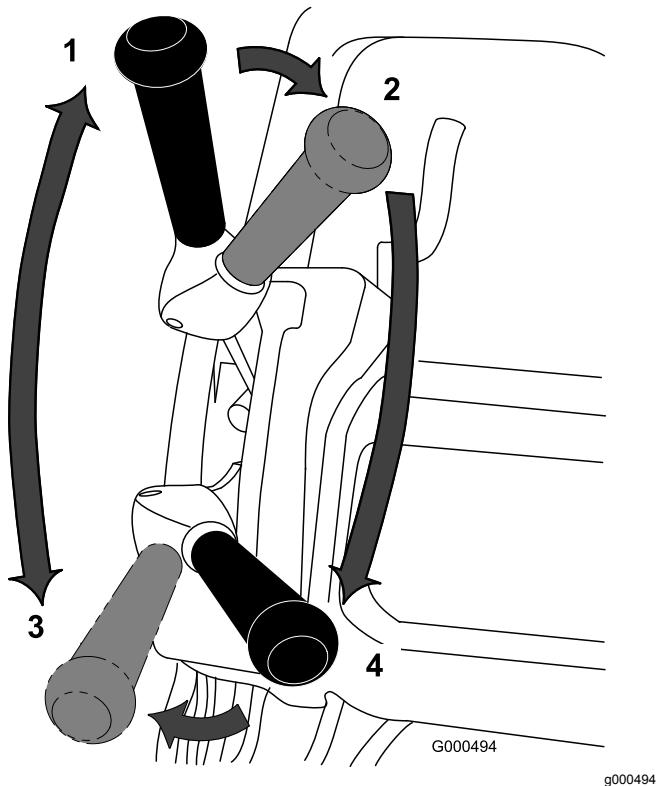

Figura 38
do cilindro para a posição FRENTE (transporte) e transporte a máquina até uma ponta do relvado (Figura 38).
- Mova a alavanca para a posição de PONTO MORTO (Figura 38).
- Mova a alavanca de tração para a posição de PONTO MORTO e a de transmissão do cilindro para DESENGATAR (Figura 38).
- Mova a alavanca de tração para a posição FRENTE e a de transmissão do cilindro para ENGATAR (Figura 38), aumente a velocidade do acelerador até que a máquina se desloque à velocidade pretendida, conduza a máquina para o relvado, desça a unidade de corte para o solo e comece o corte.